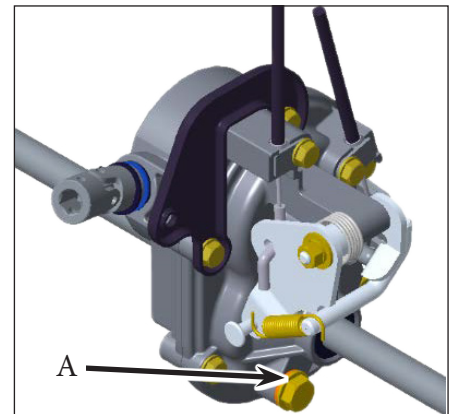

Bild 15
- Entfernen Sie die Ablassschraube Abbildung A Bild 15 und lassen Sie das komplette Öl ab.